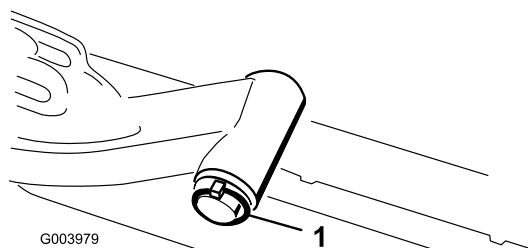

Рисунок 12
- А. Снимите шплинт и шайбу крепления оси поворота подъемного рычага к подъемному рычагу и сдвиньте ось поворота с подъемного рычага (Рисунок 12).
- С. Вставьте ось подъемного рычага в подъемный рычаг и зафиксируйте шайбой и шплинтом (Рисунок 12).